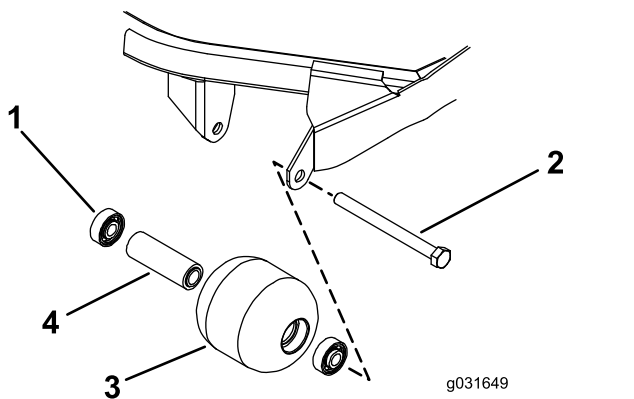

Bild 75
1. Entfernen Sie die Rollenbefestigungsschraube (Bild 75).
- Prüfen Sie das Rollengehäuse, die Lager und das Distanzstück auf Beschädigungen (Bild 75).
1. Drücken Sie das erste Lager in das Rollengehäuse, indem Sie nur auf den äußeren Käfig oder gleichmäßig auf den inneren und äußeren Käfig drücken (Bild 75).
2. Setzen Sie ein Distanzstück ein (**Bild 75**).
3. Drücken Sie das zweite Lager in das Rollengehäuse, indem Sie nur auf den äußeren Käfig oder gleichmäßig auf den inneren und äußeren Käfig drücken, bis es auf dem Distanzstück aufliegt (**Bild 75**).